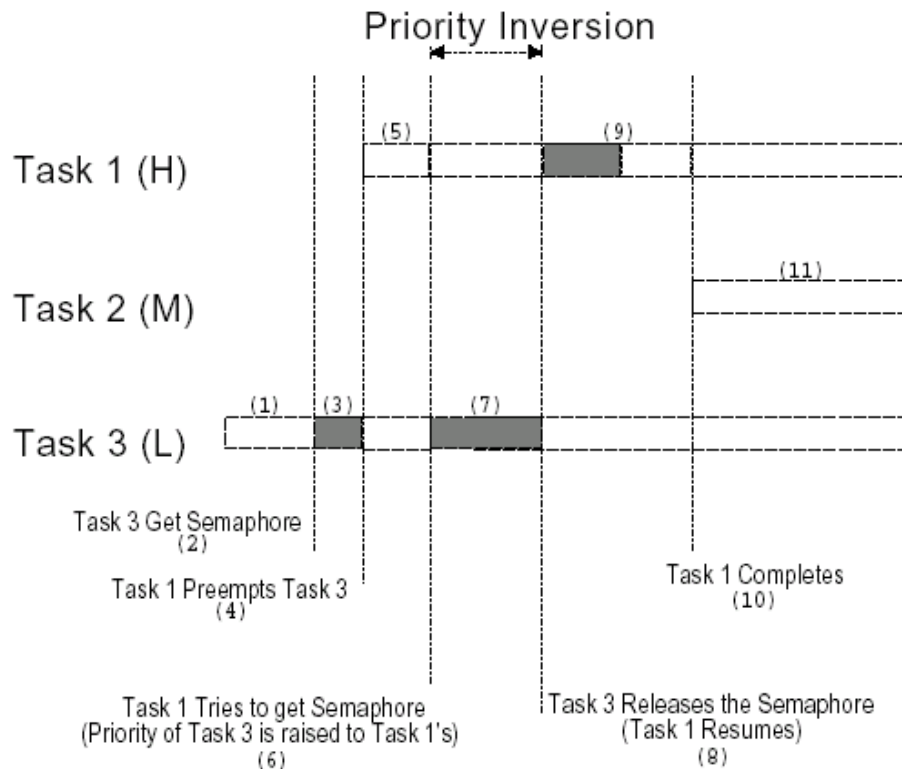

图 7—5 优先级继承
使用实时内核，优先级反转问题是实时系统中出现得最多的问题。图 7—4 解释优先级反转是如何出现的。如图，任务 1 优先级高于任务 2，任务 2 优先级高于任务 3。任务 1 和任务 2 处于挂起状态，等待某一事件的发生，任务 3 正在运行如[图 7—4(1)]。此时，任务 3 要使用其共享资源。使用共享资源之前，首先必须得到该资源的信号量(Semaphore)。任务 3 得到了该信号量，并开始使用该共享资源[图 7—4 (2)]。由于任务 1 优先级高，它等待的事件到来之后剥夺了任务 3 的 CPU 使用权[图 7—4(3)]，任务 1 开始运行[图 7—4(4)]。运行过程中任务 1 也要使用那个任务 3 正在使用着的资源，由于该资源的信号量还被任务 3 占用着，任务 1 只能进入挂起状态，等待任务 3 释放该信号量[图 7—4(5)]。任务 3 得以继续运行[图 2. 7(6)]。由于任务 2 的优先级高于任务 3，当任务 2 等待的事件发生后，任务 2 剥夺了任务 3 的 CPU 的使用权[图 7—4(7)]并开始运行。处理它该处理的事件[图 7—4(8)]，直到处理完之后将 CPU 控制权还给任 3[图 7—4(9)]。任务 3 接着运行[图 7—4(10)]，直到释放那个共享资源的信号量[图 7—4(11)]。直到此时，由于实时内核知道有个高优先级的任务在等待这个信号量，内核做任务切换，使任务 1 得到该信号量并接着运行[图